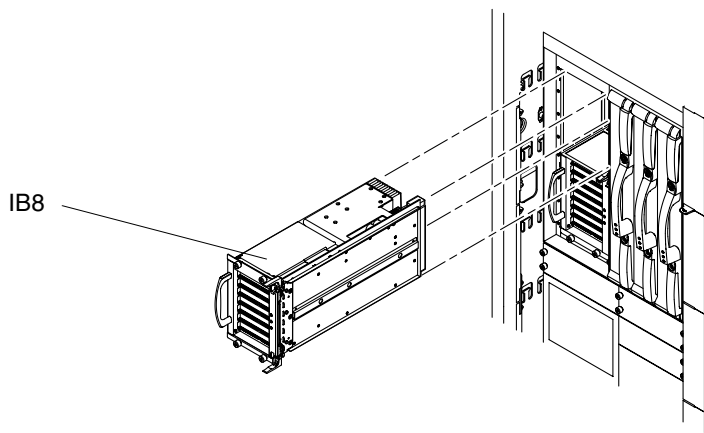

図 12-39 I/O アセンブリ IB8 の取り外し — Sun Fire 4810 システム
4. システムの背面から I/O アセンブリ IB8 を取り外します (図 12-39)。
3. I/O アセンブリ IB8 をシステムに取り付けます (図 12-39)。